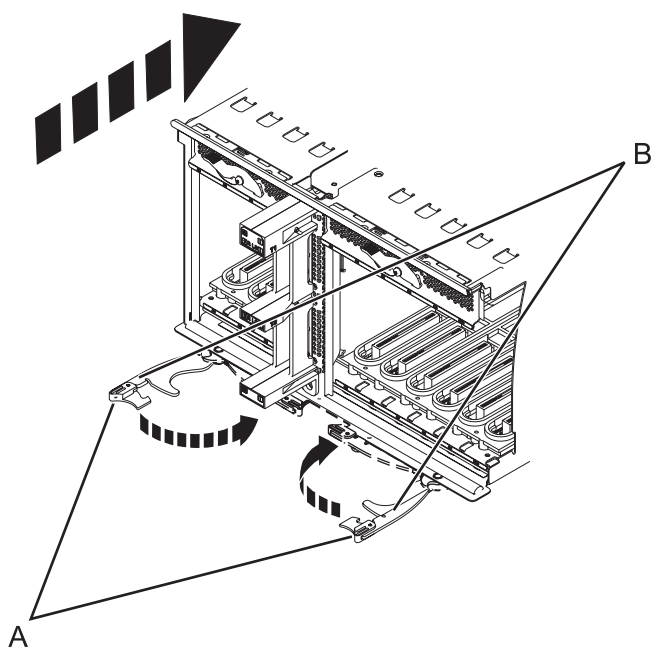

Figure 48. Installation de la carte mère d'entrée-sortie sur un modèle monté en armoire
9. Insérez la carte mère d'entrée-sortie fermement dans le serveur, comme indiqué dans la figure 48, à la page 61.
10. Fixez la carte mère d'entrée-sortie avec les languettes de verrouillage (A), comme indiqué dans la figure 48, à la page 61.